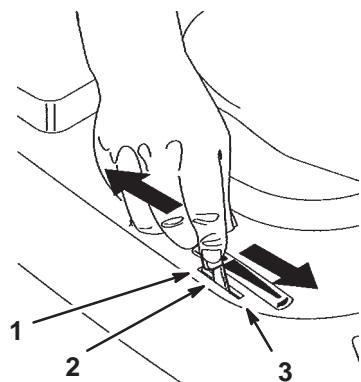

Bild 7
4. Stellen Sie den Gashebel auf „Choke“ (Bild 7).
6. Schieben Sie den Gashebel, sobald der Motor ange sprungen ist, langsam auf „Schnell“ (Bild 7). Stellen Sie, wenn der Motor aussetzt oder unregelmäßig läuft, den Gashebel für ein paar Sekunden wieder zurück auf „Choke“. Stellen Sie dann den Gashebel auf „Schnell“. Wiederholen Sie diesen Vorgang nach Bedarf.
1. Stellen Sie den Gashebel auf „Langsam“ (Bild 7).